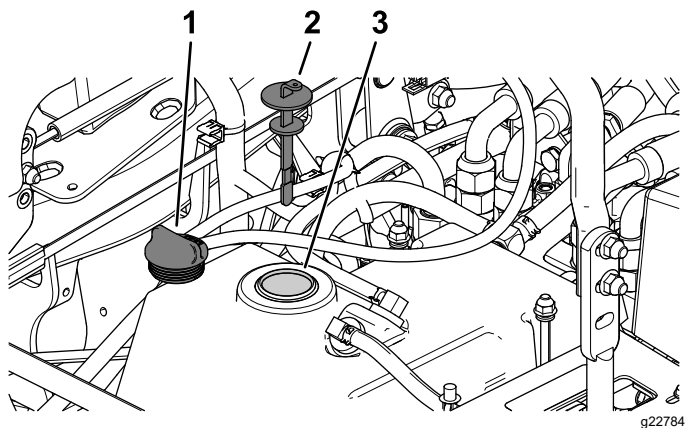

Figura 66
5. Togliete il tappo del serbatoio idraulico (Figura 66).
6. Togliete l'asta di livello ed asciugatela con un panno pulito (Figura 66).